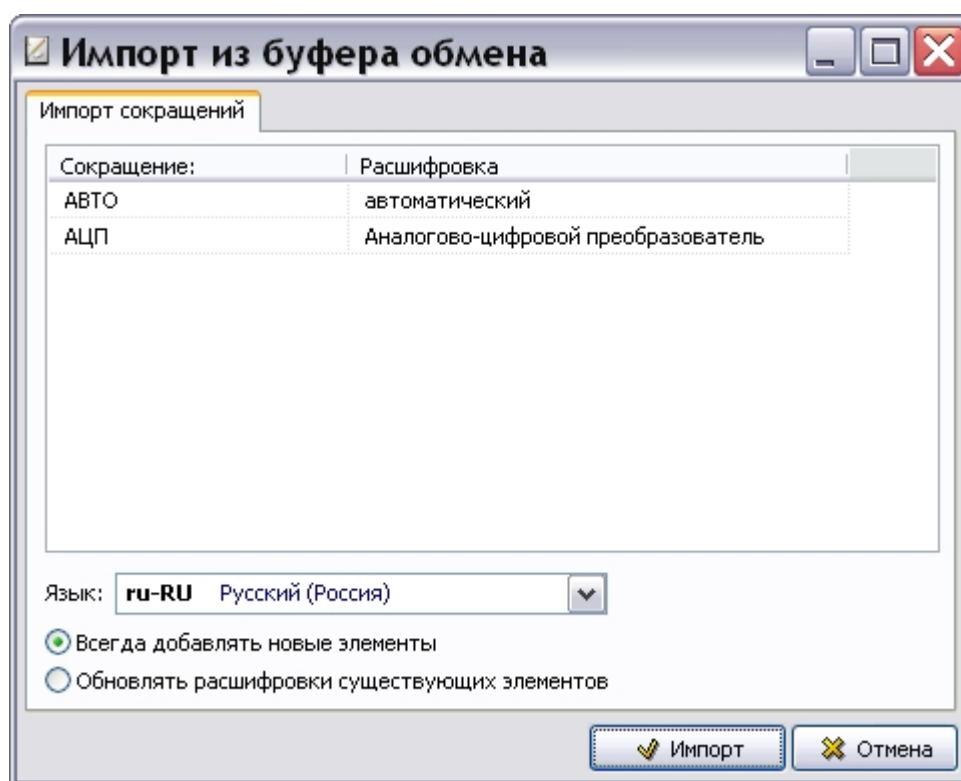

Рис. 7.12
3. На инструментальной панели правого окна нажмите на кнопку **Импорт из буфера обмена** . После этого появится диалоговое окно **Импорт из буфера обмена** (Рис. 7.12).